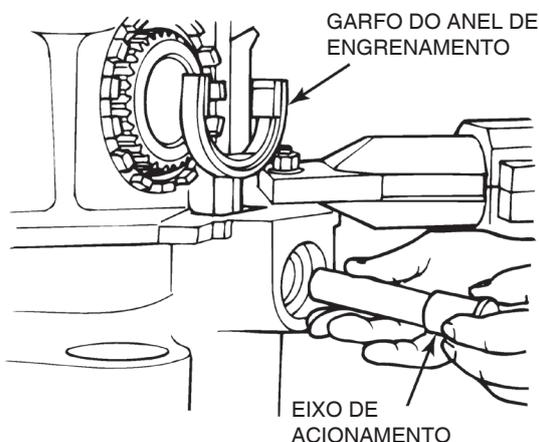

Figura 6.18
4. Instale o eixo de acionamento através do furo na caixa do diferencial, do garfo do anel de travamento e da mola. Figura 6.18.